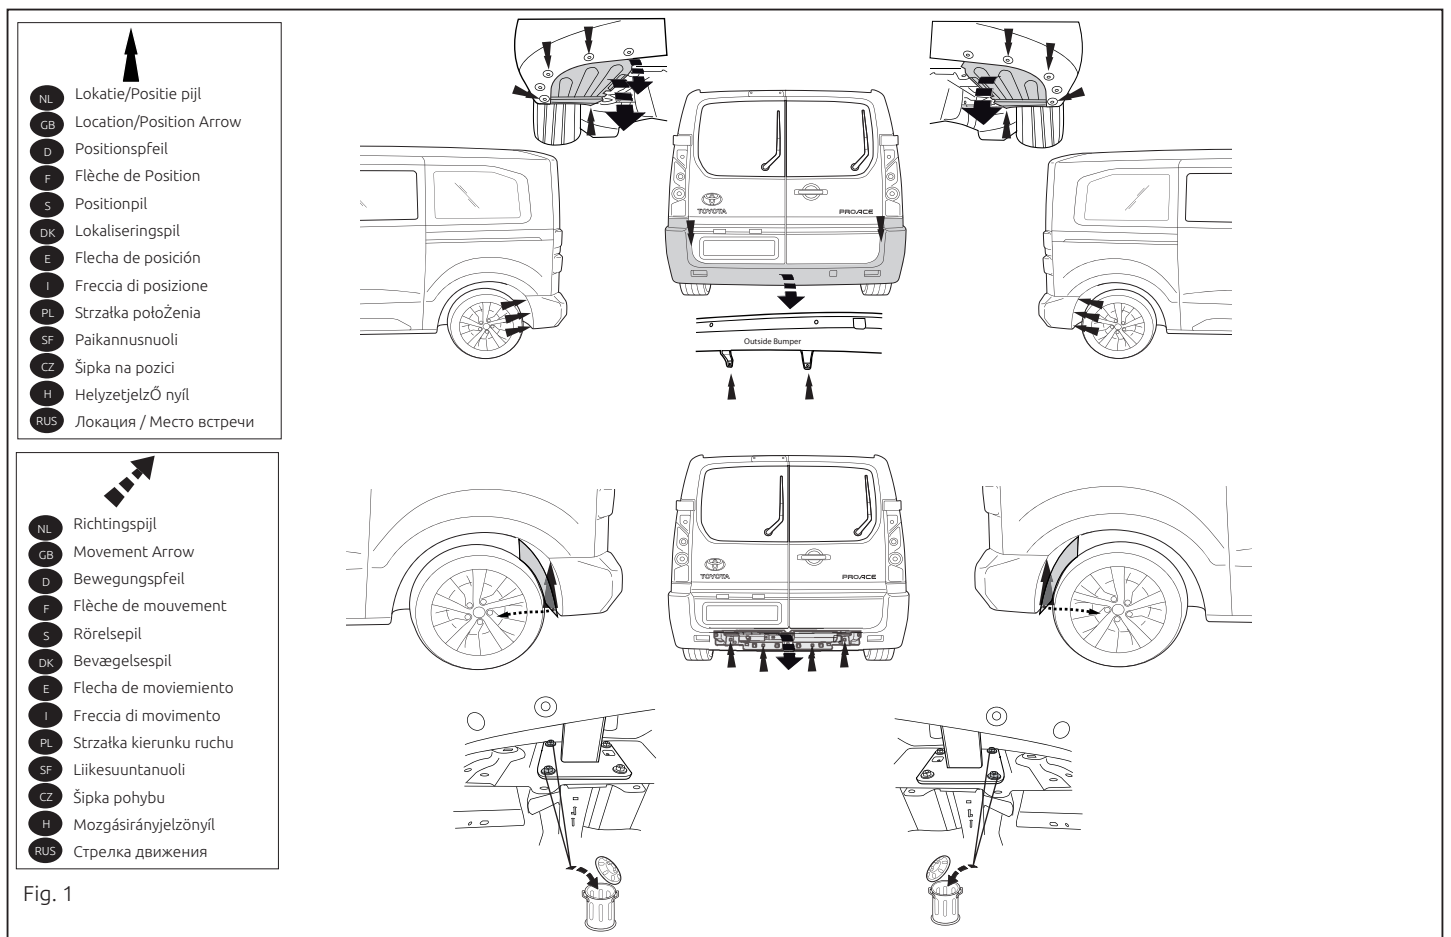

Fig. 1
1. Den angegebenen Teils abmontieren. Siehe Abbildung 1; 1a.
1. Démontez la parties indiquées. Voir la figure 1; 1a.
1. Demonter den angivne del. Se fig. 1; 1a.